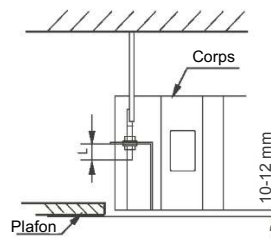

Fig. 5-8
- Ajustez la position afin que les espaces entre l'unité et les quatre côtés du plafond soient uniformes. La partie inférieure de l'unité doit s'encastrer dans le plafond de 10 à 12 mm (voir fig. 5-8).
- En général, L correspond à la moitié de la longueur de la vis du crochet d'installation (voir fig. 5-8).
- Fixez solidement le climatiseur en serrant les écrous après avoir correctement ajusté la position de l'unité (voir fig. 5-8).